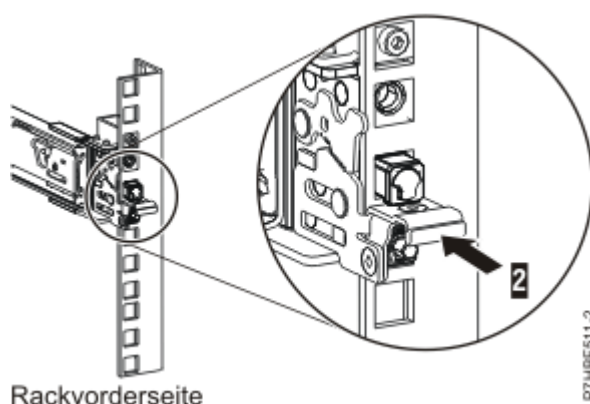

Abbildung 6. An der vorderen Schiene des Racks befestigte Verriegelung
7. Stellen Sie sicher, dass alle drei Stifte aus den Rackbohrungen herausragen, wenn Sie die Schiene nach vorne ziehen, und drücken Sie dann die vordere Verriegelung **(2)** ganz hinein. Einzelheiten finden Sie unter Abbildung 6 auf Seite 7.